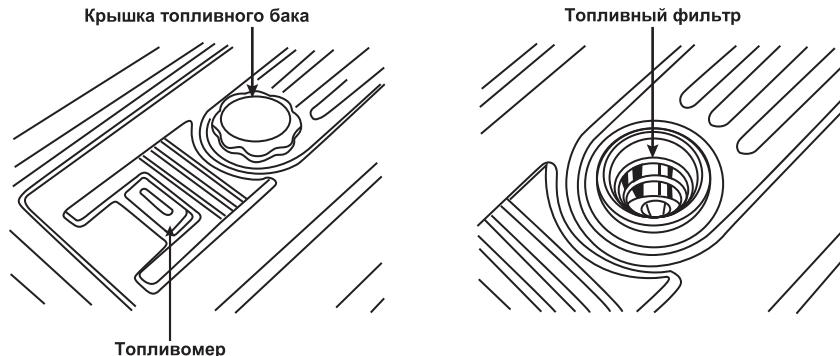

Рис. 3. Топливный бак
7.2.2. Открыть крышку топливного бака (рис. 3).
7.2.3. Заправить бак топливом, при этом топливо заливать через фильтр, встроенный в горловину бака (рис. 3). Использовать чистый бензин с октановым числом не ниже 92. При заправке необходимо оставить некоторое пространство в баке для расширения топлива. Хранить бензин перед использованием не более 30 дней.